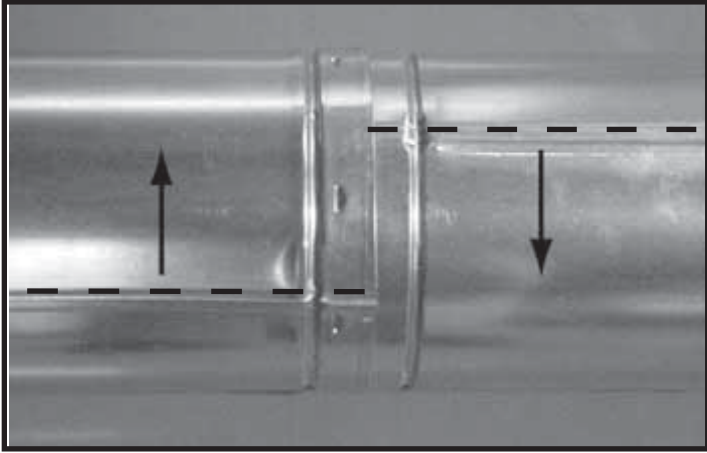

Figure 7.7 Pivoter les cordons de soudure pour démonter
- Faites pivoter l'une des sections (figure 7.7), de façon à ce que les cordons de soudure des deux sections de conduit soient alignés, comme montré à la figure 7.8.